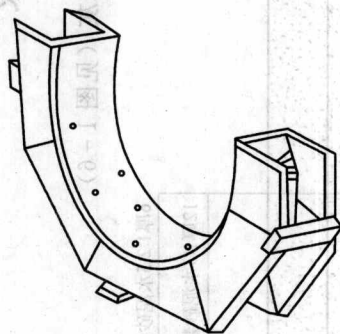

图 1-4 套板
(1) 找规矩 独立圆柱找规矩，一般也应先找出纵横两个方向设计要求的中心线，并在柱上弹上纵横两个方向四根中心线，按四面中心点，在地面分别弹四个点的切线，就形成了圆柱的外切四边形。这个四边形各边长就是圆柱的实际直径。然后用缺口木板的方法，由上四面中心线往下吊线锤，检查柱子的垂直度，如不超差，先在地面上再弹上圆柱抹灰后外切四边形（每边长就是抹灰后圆柱直径），就按这个制作圆柱抹灰套板。一般直径较小的圆柱，可做半圆套板；如圆柱直径大，应做四分之一圆套板，套板里口可包上铁皮，如图 1-4 所示。